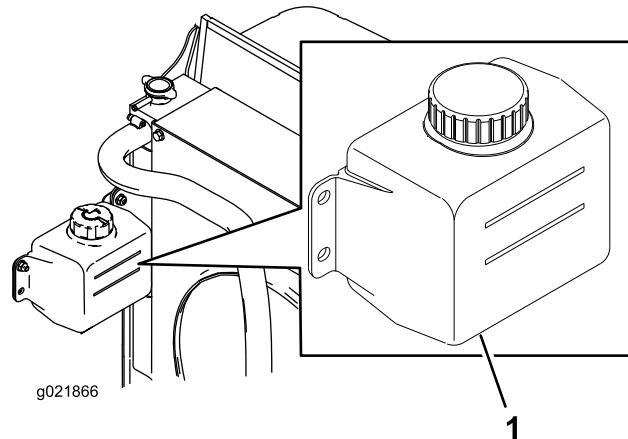

Рисунок 93
- Проверьте уровень охлаждающей жидкости в расширительном бачке (Рисунок 93).